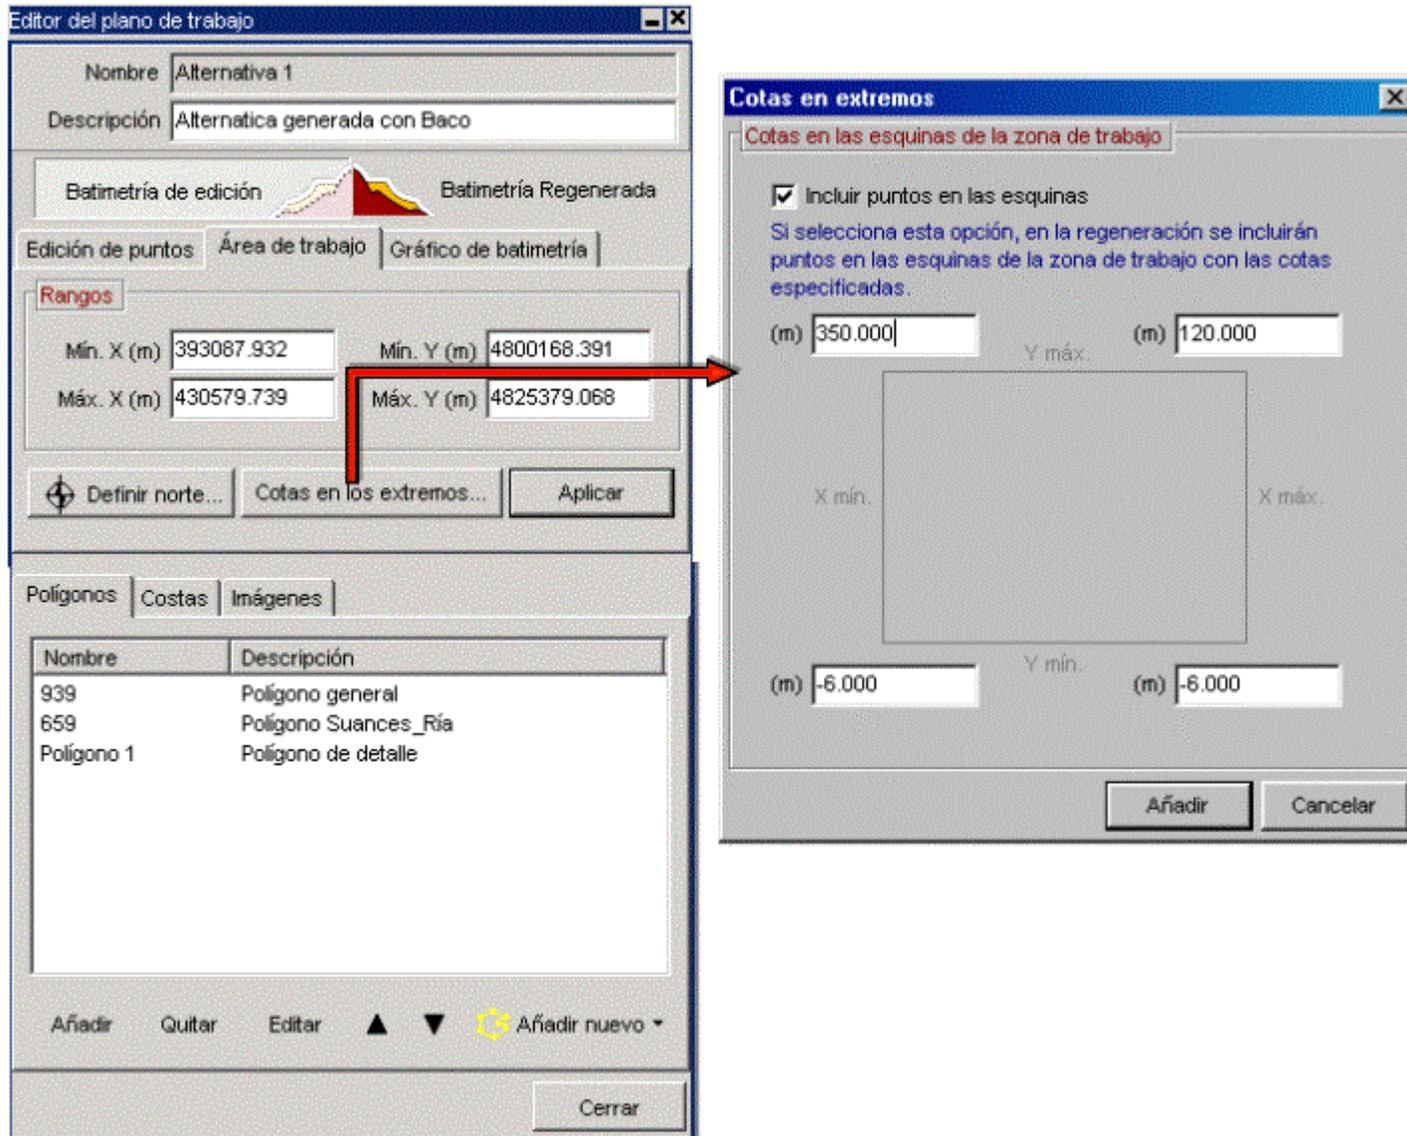

Figura 7.32
- Para solucionar el problema anterior, cerrar el Mopla y volver al SMC. Es necesario asignar cotas a las cuatro esquinas del área de trabajo. Así pues, dentro del editor del plano de trabajo, pulsar el botón de “Batimetría de edición” e ir a la pestaña de “Área de trabajo”. Después, pulsar el botón de “Cotas en los extremos” y rellenar las cotas batimétricas, tal y como se observa en la figura 7.32. Posteriormente, activar el botón de “Incluir puntos en las esquinas”. Los valores propuestos son resultado de observar las cartas náuticas y visualizar en ellas las cotas batimétricas en las esquinas del área de trabajo. A continuación, de nuevo pulsar el botón “Batimetría regenerada”.